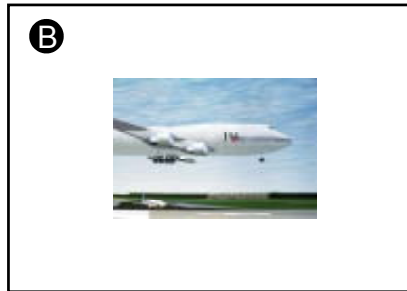

Abbildung 4-15
2. Mit den Tasten ↑, ↓, → oder ← können Sie schwenken. (Abbildung 4-15)